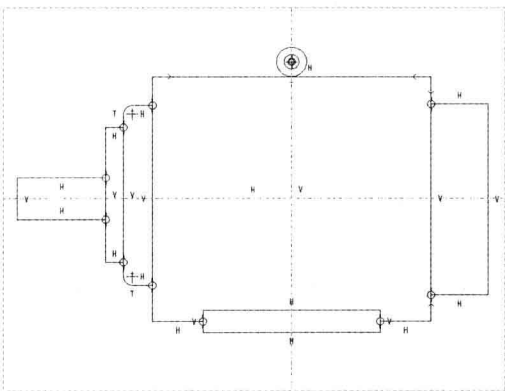

图 13-33 绘制直线
Step 01 在“功能区”选项板的“草绘”选项卡中，单击“草绘”面板中的“线链”按钮 \wedge ，在绘图区合适的位置上单击鼠标左键，绘制直线，如图 13-33 所示。